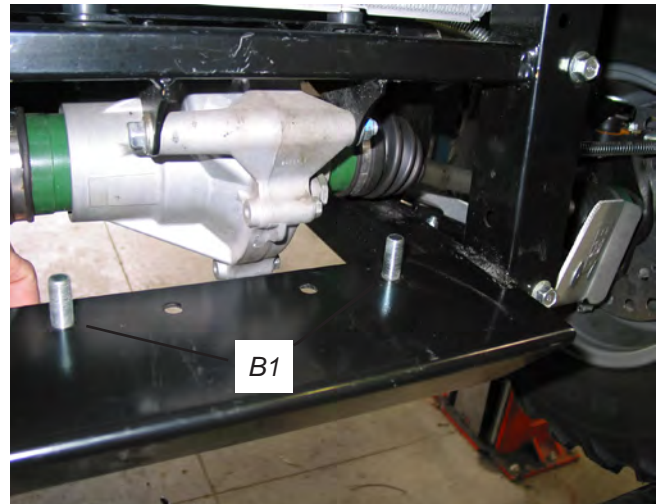

Figure 2
3. Enfilez les fixations (B1) par le dessous du cadre du véhicule. Voir Figure 2. Serrez les fixations selon les couples de serrage indiqués.